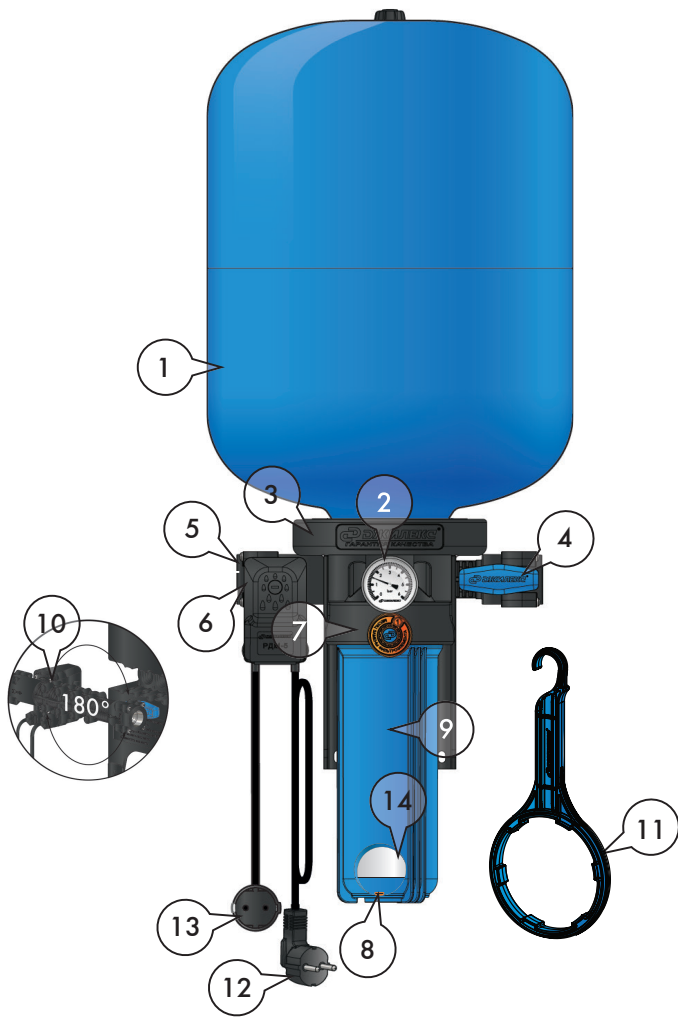

Рисунок 3
КРАБ-Т (рисунок 3) содержит стационарно закрепляемый на опорной поверхности (стене) корпус (3), являющийся базой, к нему присоединяются:
- гидроаккумулятор (1) с наружной резьбой на фланце. Он навинчивается сверху на корпус, содержащий ответное резьбовое отверстие, уплотняется торцевым или радиальным эластичным уплотнителем;
- пластмассовая колба (9) размером SLIMLINE 10" (в моделях КРАБ-Т 10, 18, 24, 50*) с фильтрующим картриджем** (14) или пластмассовая колба (9) BIG BLUE 20" (в модели КРАБ-Т 100) со сливной пробкой (8). Колба картриджного фильтра имеет наружную резьбу и навинчивается снизу на корпус, содержащий ответное резьбовое отверстие, уплотняется торцевым или радиальным эластичным уплотнителем. В нижней части колбы расположена сливная пробка, уплотняемая эластичным уплотнителем. Для монтажа/демонтажа колбы к комплекту прилагается ключ (11);
- манометр (2);
- устройство индикации месяца замены фильтрующего картриджа (7);
- съемный коллектор (10), который содержит встроенный шаровой кран (4) с резьбовым патрубком на выходе, обратный клапан с резьбовым патрубком на входе (5), присоединительный штуцер для реле давления. Коллектор содержит 3 цилиндрических патрубка и вставляется в ответные отверстия корпуса с возможностью обеспечить подачу воды слева направо или справа налево, уплотняется эластичным уплотнителем, фиксируется на корпусе винтами;
- реле давления РДМ – 5 (6).